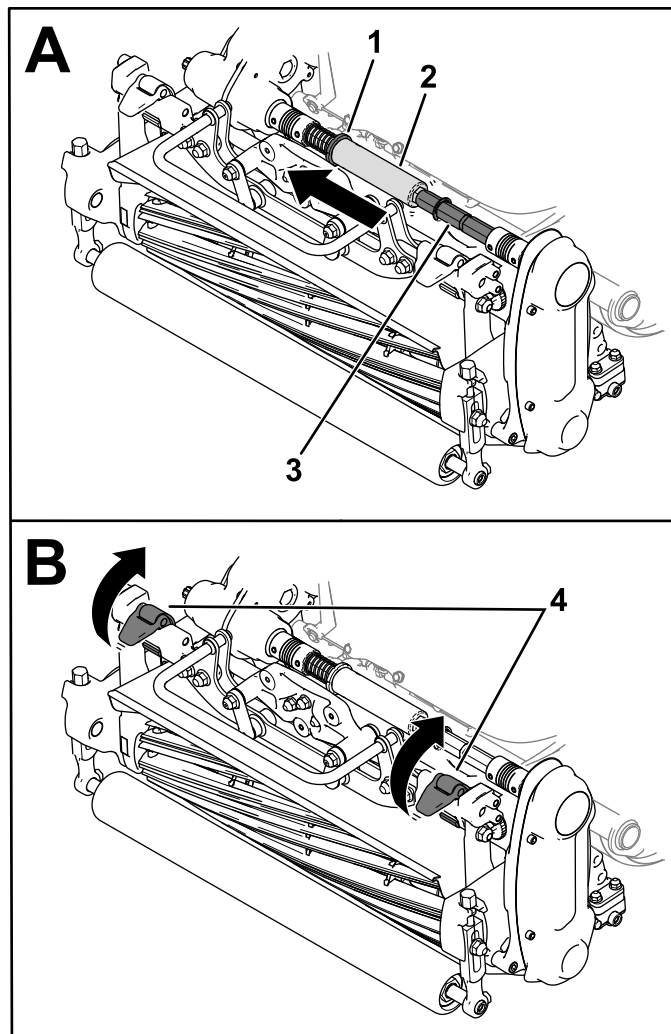

图 29
- 将环圈图 29 移动到变速箱轴槽中。
- 将六角管道从滚刀组联轴器轴上滑下图 29。
- 向上移动悬挂门锁以从机器上松开滚刀组图 29。